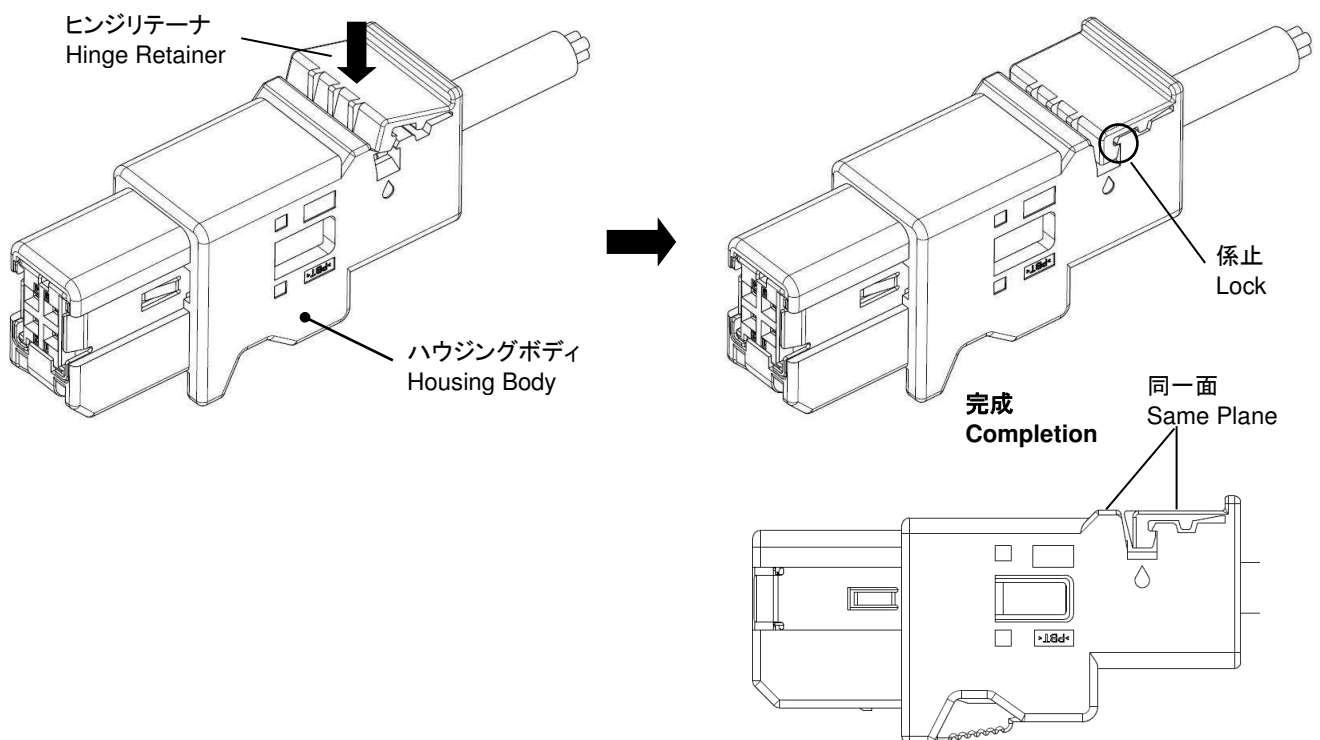

Fig.24
5.14. Fig.24 のようにハウジングボディのヒンジリテーナでケーブルアセンブリを係止します。
Lock the "Cable Assembly" by "Hinge Retainer" of "Housing Body" as shown in Fig.24.